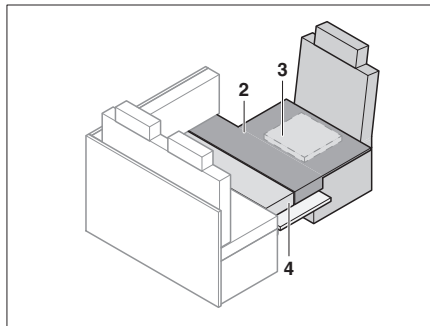

Bild 191 Efter ombyggnaden
- Lägg på extradynorna som visas på Bild 191.